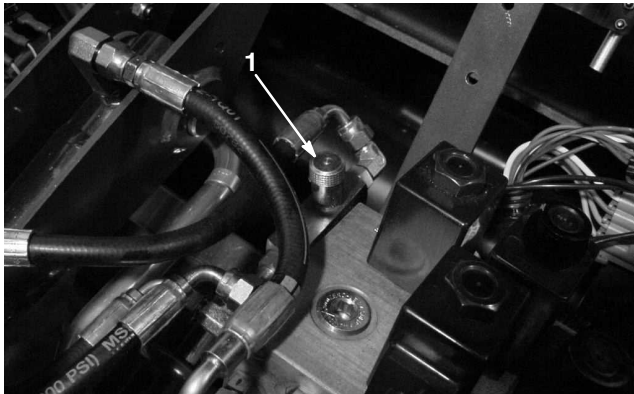

Bild 54
Der Hub-/absenkungskreis der Mähwerke ist mit einem Stromventil ausgerüstet (Bild 54). Dieses Ventil wird im Werk um ungefähr 3 Umdrehungen geöffnet. Zum Ausgleichen unterschiedlicher Hydrauliköltemperaturen und Mähgeschwindigkeiten usw. müssen Sie dieses Ventil jedoch u. U. einstellen. Gehen Sie dabei folgendermaßen vor:
1. Heben Sie den Sitz an und finden Sie das Stromventil für das mittlere Zuggestell (Bild 54), das sich neben dem Hydraulikverteiler befindet.